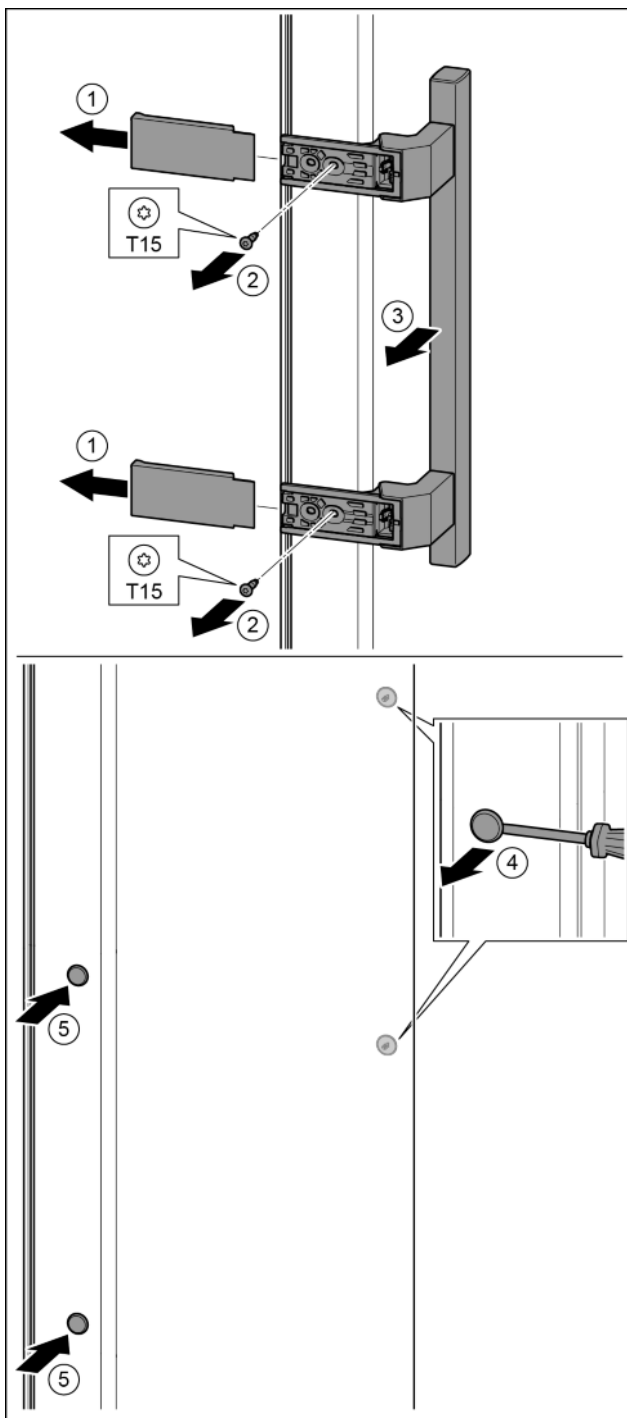

Fig. 33
- ▶ Húzza le a fedelet. Fig. 33 (1)
- ▶ T15 csavarhúzóval tekerje ki a csavarokat. Fig. 33 (2)
- ▶ Vegye le a fogantyút. Fig. 33 (3)
- ▶ Az oldalsó dugókat egy csavarhúzóval óvatosan emelje meg és húzza ki. Fig. 33 (4)
- ▶ A dugókat helyezze be a másik oldalon. Fig. 33 (5)